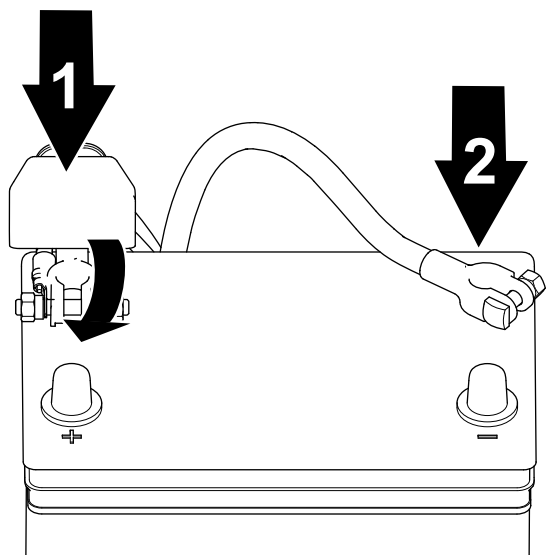

図 40
2. プラス+ケーブルをバッテリーに接続し、クランプナットで接続する 図 40。
3. マイナス-ケーブルをバッテリーに接続し、クランプナットで接続する 図 40。